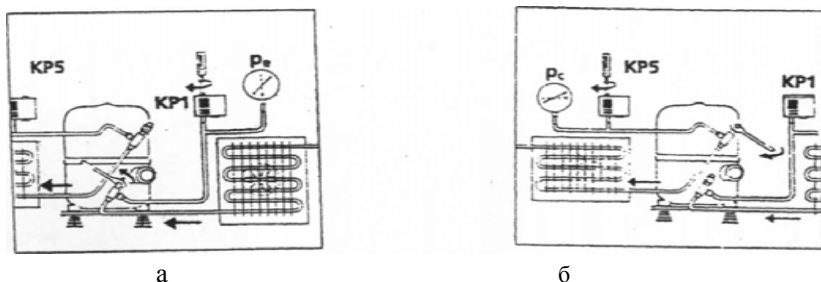

Рисунок 3 – Схема настройки реле давления:
- после запуска компрессора и выхода системы на установившийся режим работы с помощью запорного вентиля на компрессоре во всасывающей магистрали довести давление всасывания до минимально допустимого значения, контролируя его уровень по манометру на всасывающей магистрали (см. рисунок 3);
магистрали довести давление нагнетания до максимально допустимого значения, контролируя его уровень по манометру на нагнетательной магистрали (рисунок 3, б). При достижении максимального допустимого уровня давления нагнетания отрегулировать реле высокого давления таким образом, чтобы при этом уровне обеспечить выключение компрессора. Затем открыть запорный вентиль на нагнетательной магистрали полностью. Схема настройки реле высокого давления приведена на рисунок 3.